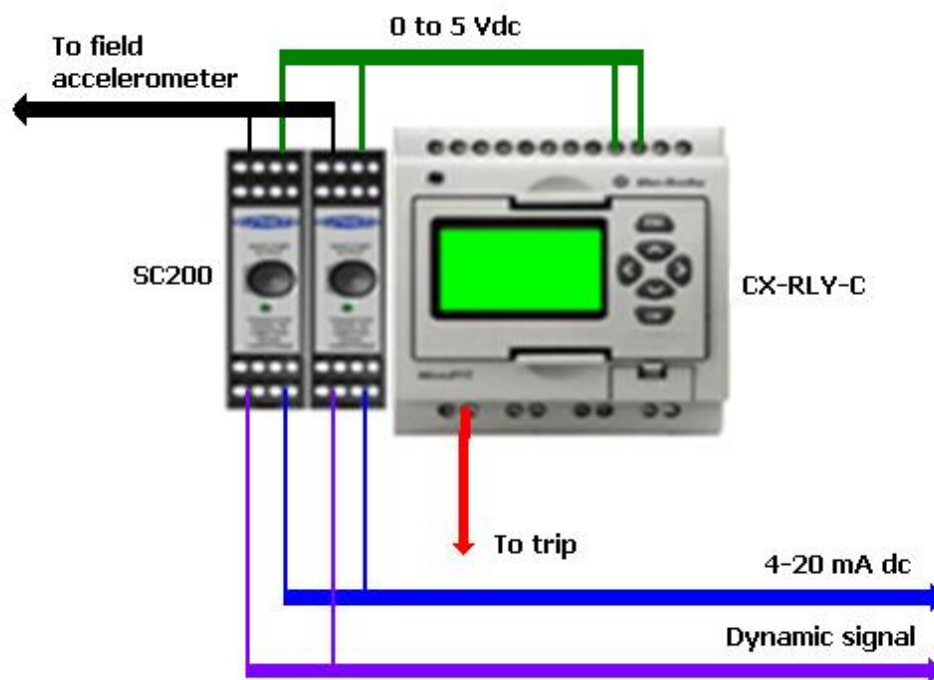

Figura 5
- Nu se recomandă folosirea indicatoarelor suplimentare sau conexiunile cu sistem extern SCADA. Dacă intrările SCADA se conectează la semnalul de  $4 \div 20$  mA, atunci se pierde siguranța protecției (orice defect al conexiunii la sistemul SCADA va genera un semnal fals la modulul CX-RLY-C). Un sistem de protecție mai bun presupune mai mult de un dispozitiv, și anume un convertor de vibrații. În schema de mai jos (figura 5) este prezentat un sistem de protecție cu două convertoare de vibrații din seria CTC SC200. Convertoarele SC200 sunt compatibile cu conexiunea standard a accelerometrelor. Modulele SC200 îndeplinesc următoarele funcții: